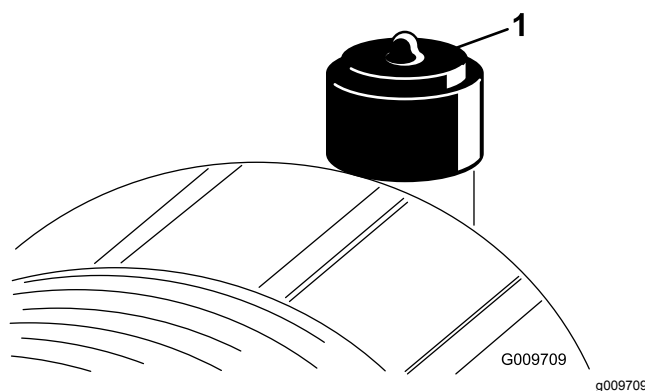

Figura 29
Revise el filtro del limpiador de aire únicamente cuando el indicador de mantenimiento (Figura 29) lo requiera. El cambiar el filtro antes de que sea necesario sólo aumenta la posibilidad de que entre suciedad en el motor al retirar el filtro.
6. Reinicie el indicador (Figura 29) si se ve rojo.